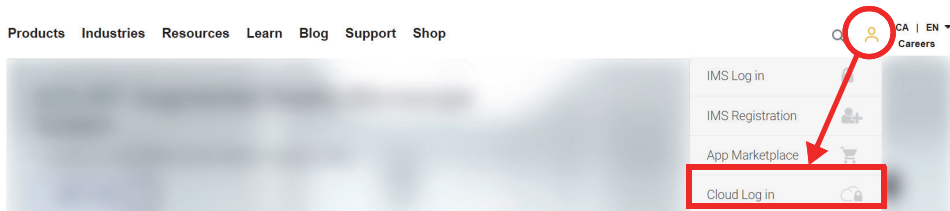

Figure 10-1 Cloud Log in (Connexion à l’OSC)
2. Créez ou rejoignez un compte existant sur l'OSC (un administrateur crée le compte et invite tous les autres utilisateurs). Rendez-vous sur www.olympus-ims.com et cliquez sur **Cloud Log in** (Connexion à l'OSC) comme le montre la Figure 10-1 à la page 249.